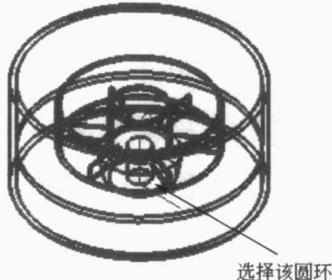

图 1-7 选择圆环
- ② 选择圆环，指定圆环的中心作为参考点，如图 1-7 所示。